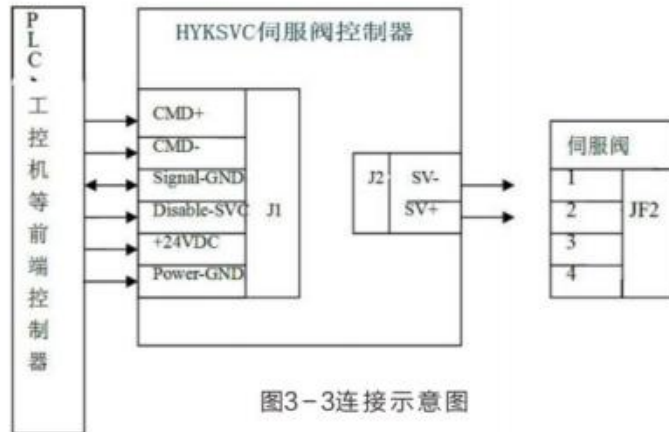

图3-3连接示意图
1、用户的前端控制器与该控制器以及阀的连接示意图如图3-3所示。